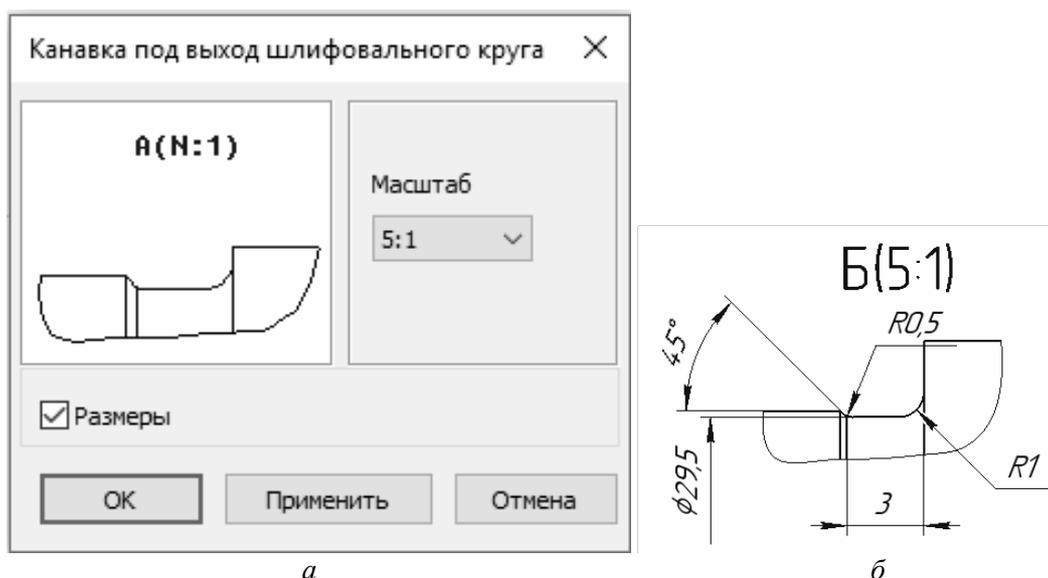

Рис. 15.17. Выбор параметров выносного элемента канавки под выход шлифовального круга (а) и результат его построения (б)
6.2. Для построения выносного элемента канавки под выход шлифовального круга необходимо на третьей цилиндрической ступени в дереве построения (**Цилиндр. D=30, L=18**) выделить «**Канавка под выход шлифовального круга b=3**» и выбрать вкладку «**Дополнительные построения**» → «**Выносной элемент**». Ввести необходимые параметры. После нажатия кнопки «**ОК**» на чертеж будет добавлен выносной элемент канавки под выход шлифовального круга с размерами (рис. 15.17).